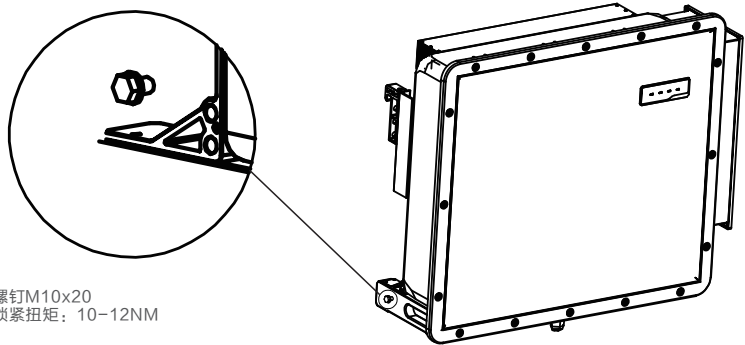

图3.12 固定线缆
6. 将接地线连接到散热器上的接地点，并拧紧接地螺栓，扭矩为10-12Nm（参见图3.12）。